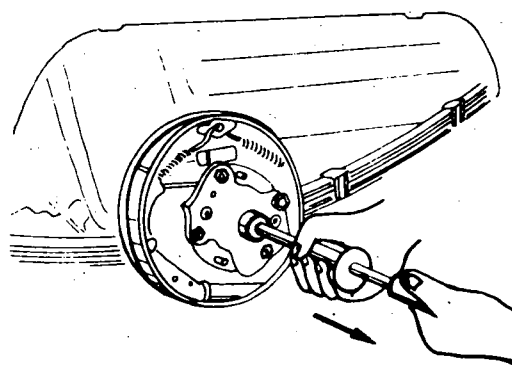

Fig. 2
- b) Instale o extrator da semi-árvore (fig. 2).